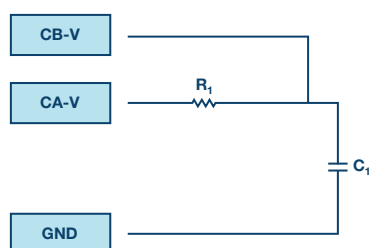

図7. RC回路
- ▶ 式 (5) と式 (6) を使い、AとBの変数を適切な値に置き換えることによって、インピーダンス Z_{circuit} と、RC回路の電圧に対する電流の位相 θ の関係を確認してください。
- ▶ 図7のRC回路で時間差を測定し、周波数が1000Hzの場合の位相オフセットを算出してください。